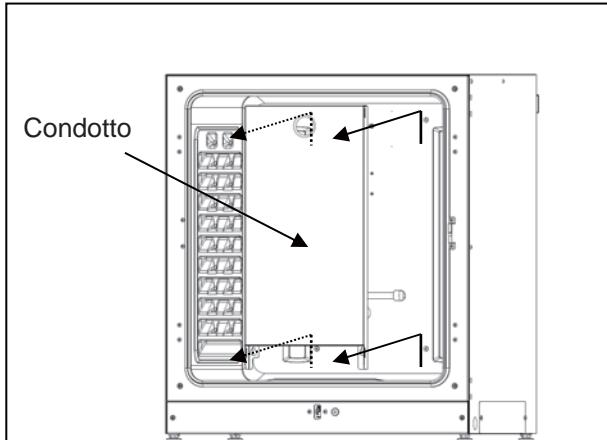

Fig. 5
6. Allentare le viti sul retro ed estrarre il condotto (Fig. 5).